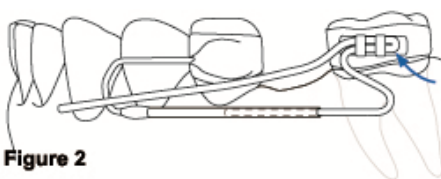

Figure 2
4. Böj riktaren enligt bilden. Lämna extramaterial distalt för knutor (pil) och anslut den fria änden till riktarlumen (streckad linje). Bild 2